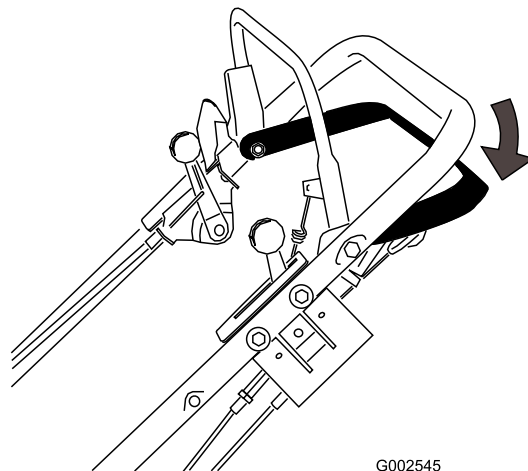

Figure 16
1. Relâchez la barre de commande de déplacement (Figure 16).